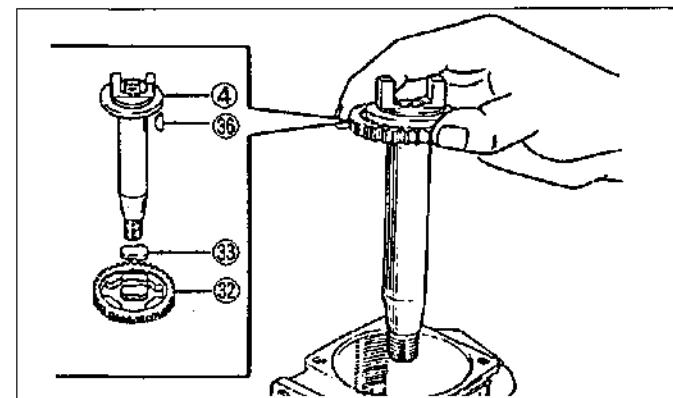

Figura.12-23 Extracción del eje de impulsión
Extraiga el eje de impulsión ④, chaveta de la bomba de alimentación ⑥, engranaje ③ y amortiguadores de goma ⑤ tirando de ellos recto hacia arriba. (Vea la figura.12-23)